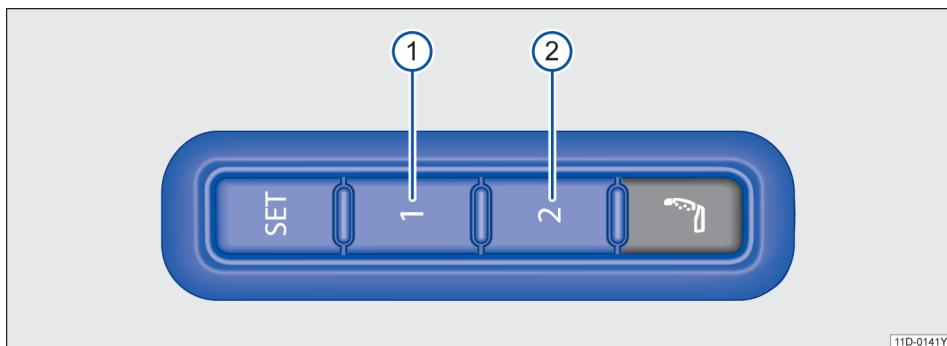

图 63 记忆位置图示
- 按压按键 SET → 图 63。
- 在 10 秒钟内按压需要设置的记忆按钮① 或 ②。一个声音信号确认存储于该记忆按钮的位置设置成功。